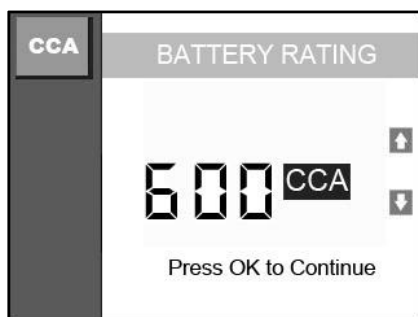

Figura 9.5
- 7) Por ejemplo, seleccione CCA en la lista y oprimir el botón **OK** para continuar. A continuación, la pantalla muestra la Figura 9.5. Pulse el botón **ARRIBA** / **ABAJO** desplácese para aumentar o disminuir las unidades de calificación por 20 unidades y luego presione el botón **OK** para confirmar.
BUENA BATERÍA	La batería es normal y listo para el servicio. (Figura 9.5)